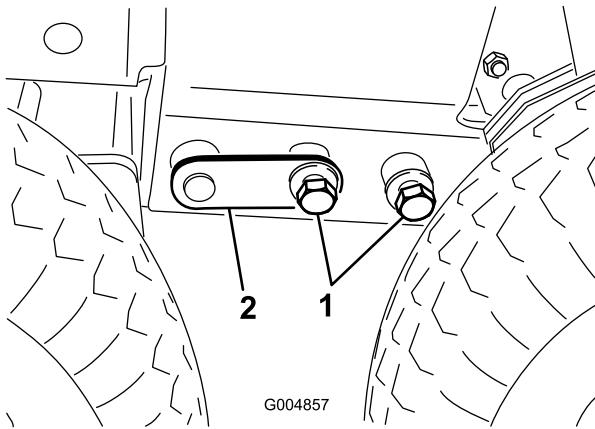

**Figure 49**
13. Placez le cric devant les trous de 2,5 cm du cadre et insérez une goupille d'accouplement de chaque côté (Figure 49).